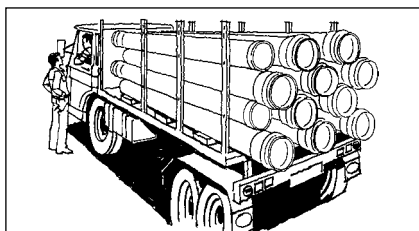

Рис. 7.
2. На дно кузова грузовика должны быть уложены подкладки, поддерживающие груз по всей длине. Соблюдайте аккуратность при погрузке и выгрузке. Не поднимайте трубы за один конец и не сбрасывайте их с грузовика (Рис. 7).